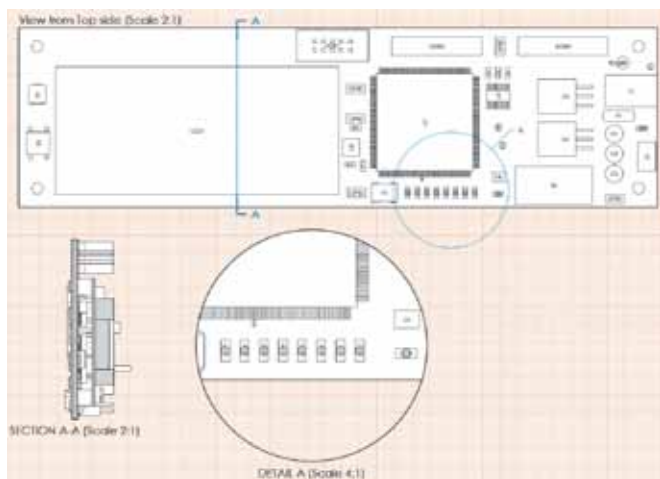

Рис.3. Сборочный чертеж
1. **Сборочный чертеж (Assembly View)**. На таком чертеже показывается контур платы с вырезами и отверстиями, а также графические изображения компонентов с позиционными обозначениями (рис.3). Графическое изображение компонентов формируется автоматически и может быть взято из нескольких источников: проекций трехмерной модели, из слоя шелкографии, габаритов компонента по контактным площадкам или обозначения компонента на механическом слое. На размещенный вид сборочного чертежа можно добавить разрезы (Section View) и деталильные виды (Detail View). Детальный вид можно добавить к любому другому виду платы и показать в заданном увеличенном масштабе. Для создания разреза программа использует 3D-модель печатной платы и формирует вид сечения в указанном месте разреза, а все объекты, попавшие под сечение, автоматически штрихуются. На сборочном чертеже можно создать любое количество разрезов, а после размещения настроить их параметры.